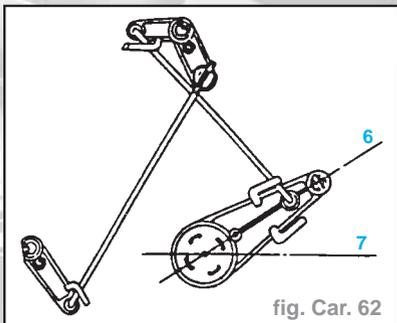

fig. Car. 62
- (1) Dégivrage
- (2) Dégivrage/espace pieds
- (3) Pieds
- (4) Hauteur de tête/des pieds
- (5) Hauteur de tête
- Placer la manette de commande de température sur COLD (FROID) - (tout à gauche) et amener la manette du volet en position (6) - (fig. Car. 62).